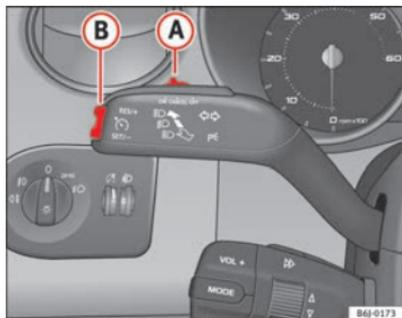

Fig. 104 Manípulo dos indicadores de mudança de direcção e dos máximos: comando e botão basculante para o regulador de velocidade
- Empurrar o cursor ⇒ fig. 104 (A) para esquerda para **ON**.